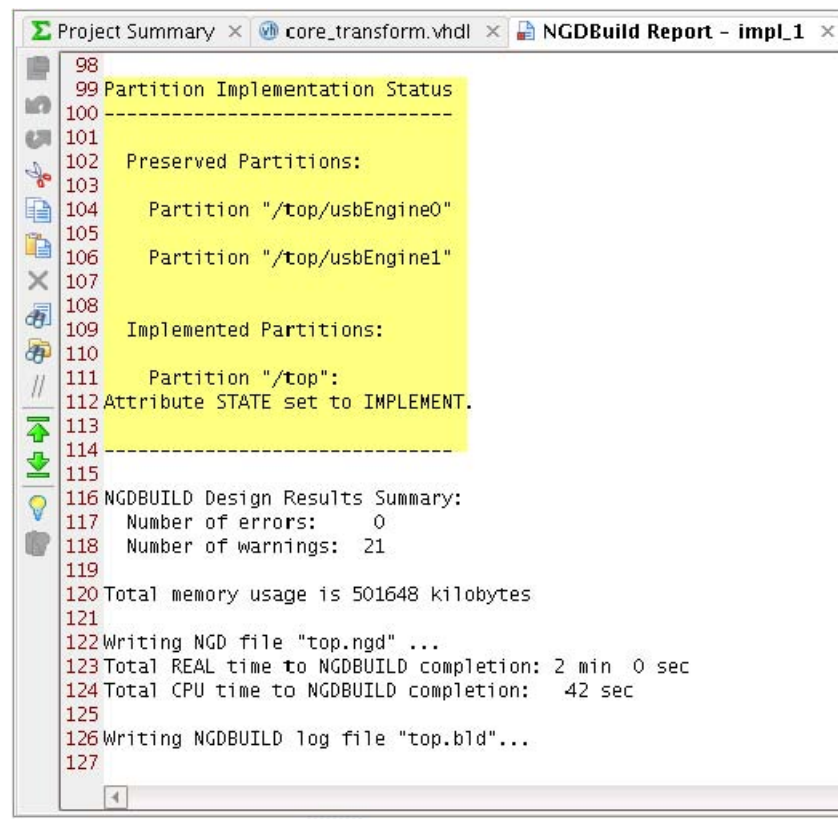

図 1-16 : レポート ファイルのパーティション情報ステータス
2. 2 つの usbEngine パーティションがインポートされ、すべてのタイミング制約が満たされていることを確認します。NGDBuild、MAP、PAR レポートのパーティション ステータスのセクションを確認します (図 1-16)。